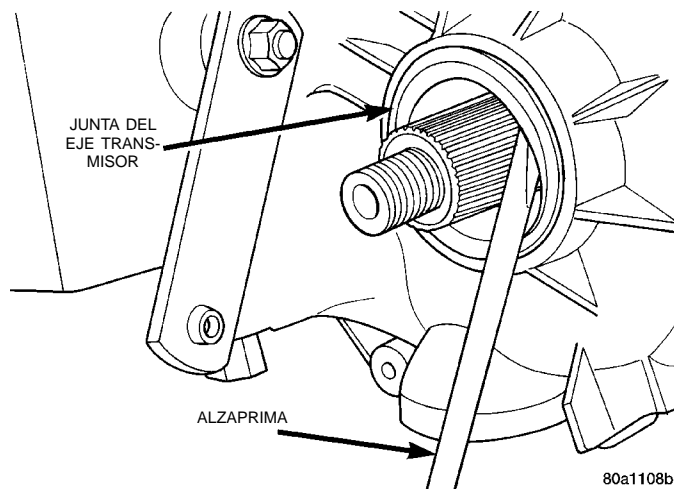

Fig. 50 Retiro de la junta del eje transmisor delantero
(4) Retire la junta del eje transmisor delantero mediante una herramienta para hacer palanca apropiada (Fig. 50) o un tornillo montado en un martillo de percusión.